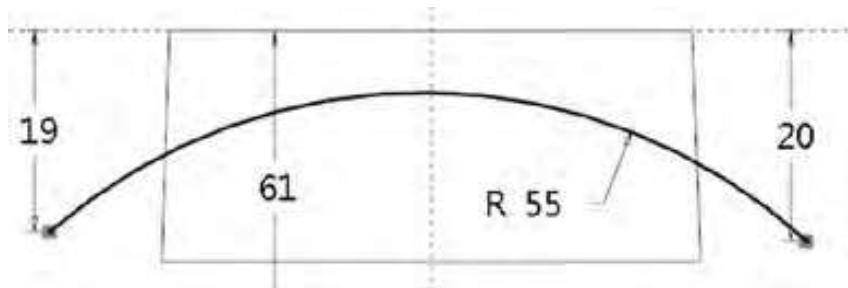

图4-5 绘制圆弧
- Step 17** 单击“圆弧”按钮圆弧，任意绘制一条圆弧，单击鼠标中键，如图4-5所示。（图4-5中的标注为任意值，暂时不用考虑这些尺寸标注。）